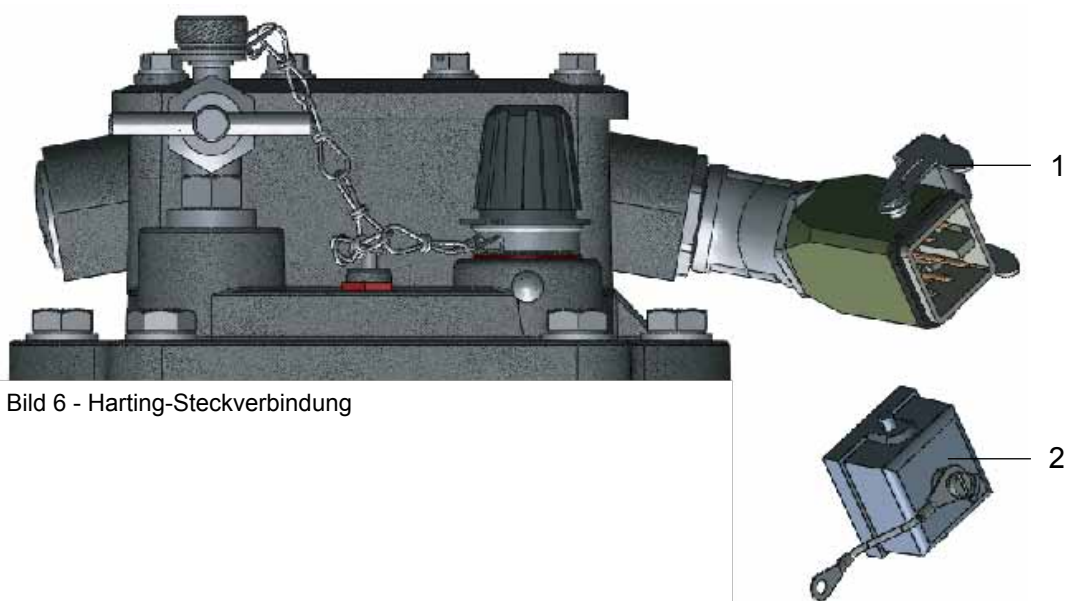

Bild 6 - Harting-Steckverbindung
- Sicherungsbügel (Bild 6/ Nr. 1) lösen
- Abdeckkappe (Bild 6/ Nr. 2) entfernen